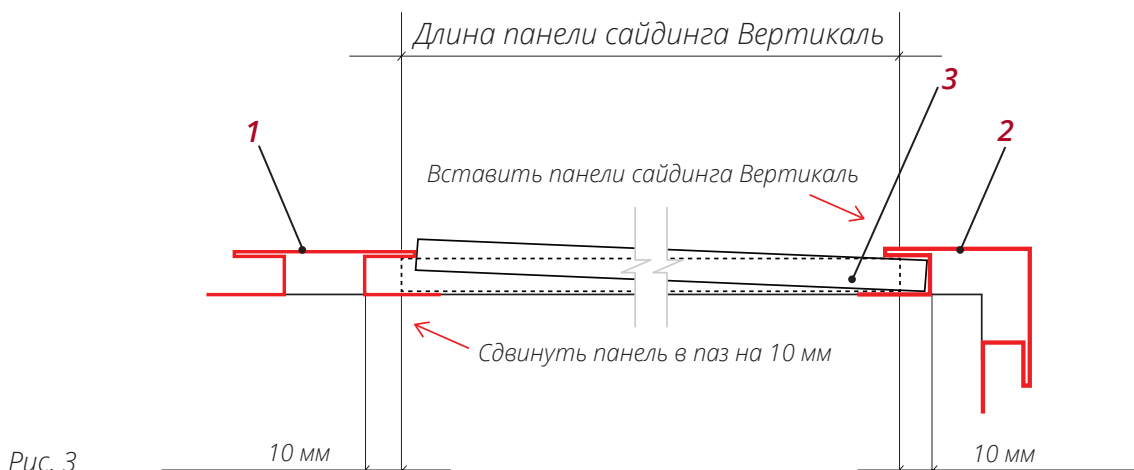

Рис. 3
■ Используя схему со сложными доборными элементами, подготовьте панели таким образом, чтобы, когда один край панели **3** заведен до упора в паз доборного элемента **2**, второй край можно было завести в паз доборного элемента **1** с другой стороны (*рис.3*).
- Вставьте панель в пазы доборных элементов и выровняйте ее так, чтобы панель входила в пазы наполовину его глубины или на 10 мм (рис.3).
- Прижмите панель к обрешетке и закрепите саморезами в гвоздевую полку. Прикручивайте панель от центра к краям. Не крепите сайдинг слишком плотно. Оставьте расстояние примерно 0,8-1 мм между нижним краем шляпки самореза и панелью, так чтобы она имела свободный ход по горизонтали (рис.3).
- Подготовку и монтаж финишной панели **3** (рис.3) проводите так, как описано для вертикального монтажа.